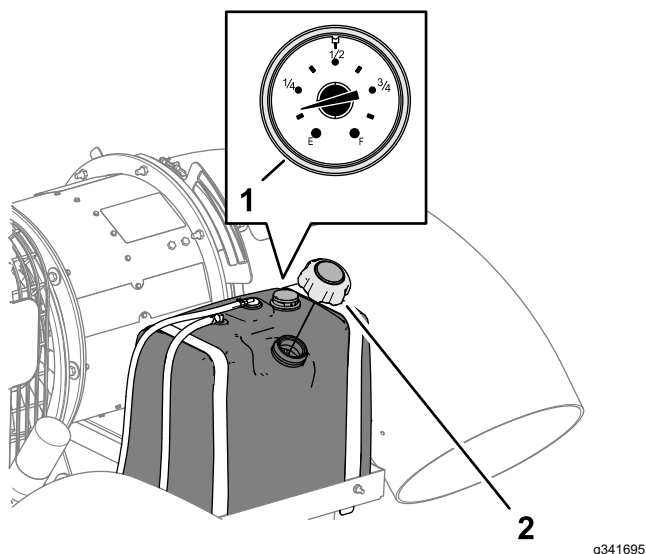

Рисунок 13
2. Очистите область вокруг крышки топливного бака и снимите ее (Рисунок 13).
4. Надежно закройте крышку топливного бака (Рисунок 13).